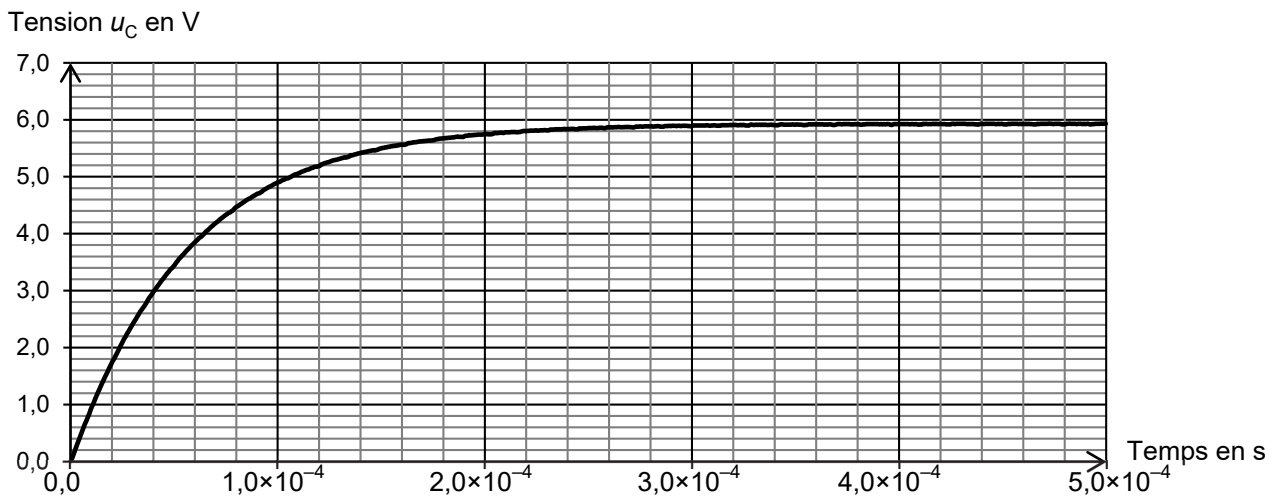

Figure 6. Courbe expérimentale représentant l'évolution de la tension u_C au cours du temps avec $R = 1,00 \times 10^4 \Omega$
- 2.3. Déterminer la valeur de la constante B et la valeur du temps caractéristique τ à l'aide de la figure 6 en expliquant la démarche suivie.